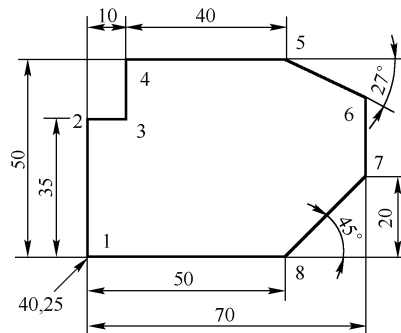

图 1-8 简单平面图形
例如,绘制如图 1-8 所示的简单平面图形,AutoCAD 提示及输出如下:
(1) 绝对坐标:点的绝对坐标指该点相对于坐标原点的值。例如,(40,25)表示该点的 X 坐标为 40,Y 坐标为 25。注意:坐标值之间的逗号是英语逗号(半角)。
(2) 极坐标:点的极坐标指该点相对于坐标原点的距离和与 X 轴的正方向的夹角角度,格式为距离<角度。例如,(100<45)表示该点与坐标原点的距离为 100,与 X 轴的正方向的夹角是 45°。
(3) 相对坐标:相对坐标的输入方法是在坐标值前加一个@,表示输入的坐标值是上一点的相对距离。在图 1-8 中,2 点的绝对坐标为(40,60),如果在下一点输入(@10,0),表示 3 点相对 2 点的 X 轴方向增量是 10;相对 2 点的 Y 轴方向增量是 0。3 点的坐标也可以使用相对极坐标方式(@10<0),表示 3 点处在与 2 点距离为 10,与 X 轴的正方向的夹角是 0°的位置。